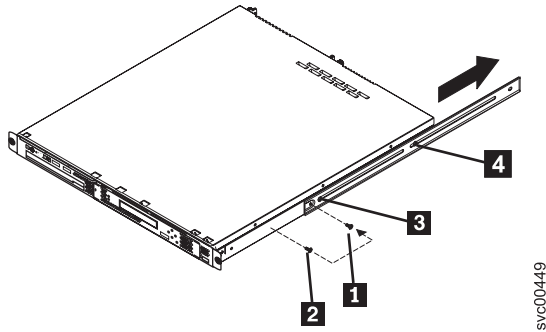

図 23. SAN ボリューム・コントローラー 2145-8A4 ノードのスライド・レールへの固定
7. 30 ページの図 23 に示すように、大きい方のねじ **1** を取り外します。ねじ **2** を取り外して保管します。ねじ **3** および **4** を緩めます。レールをノード後部に向けてスライドさせ、保管しておいたねじを、大きい方のねじ **1** が取り付けられていた位置に挿入します。3 本のねじ (**2**、**3**、および **4**) を締め付けます。